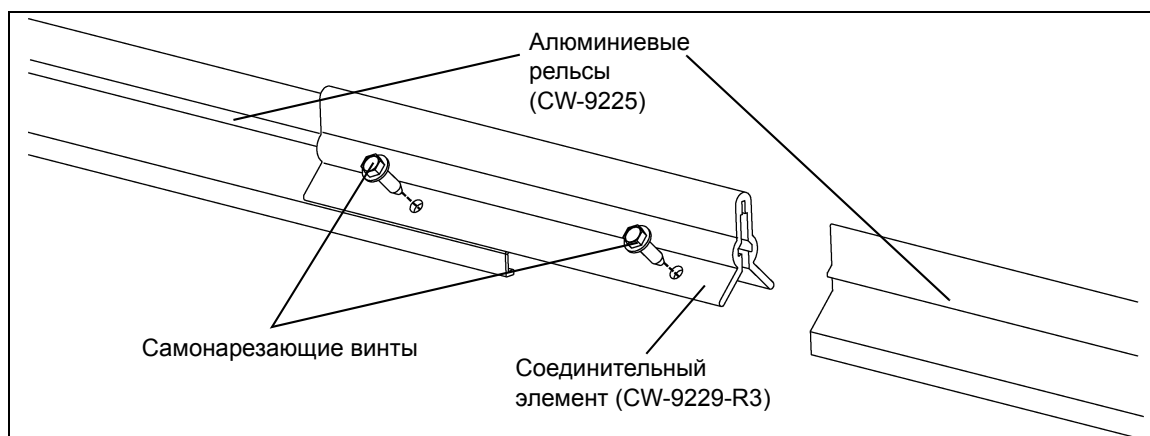

Рисунок 7А Соединительный элемент рельсов
1. Разрежьте рельсовую опору 10' (CW-9225) на две (2) половины длиной по 5'.
3. Соединяйте алюминиевые рельсы, надвигая соединительный элемент на один рельс, затем на второй. Обязательно центрируйте соединительный элемент между двумя (2) отрезками рельса. Крепите соединительный элемент к рельсам четырьмя (4) самонарезающими винтами. (См. Рисунок 7А.)